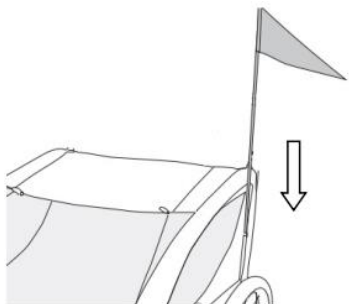

Figuur 3
**Bevestig de koppeling aan de trekhaak en zet de veiligheidspen vast (Figuur 3).**